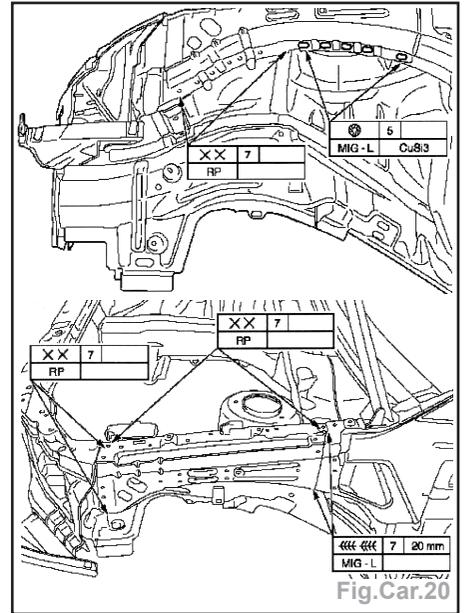

Fig.Car.20
-Effectuer les soudures (Fig.Car.20).